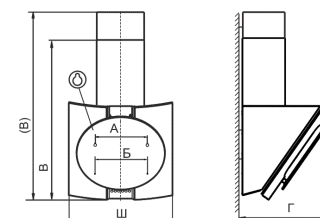

рис. 2
- вверните два самонарезающих винта 6x50 мм (размер А, рис. 2);
- навесьте вытяжку через отверстия типа «замоочная скважина» и дополнительно закрепите ее двумя самонарезающими винтами 6x50 мм (размер Б, рис. 2).